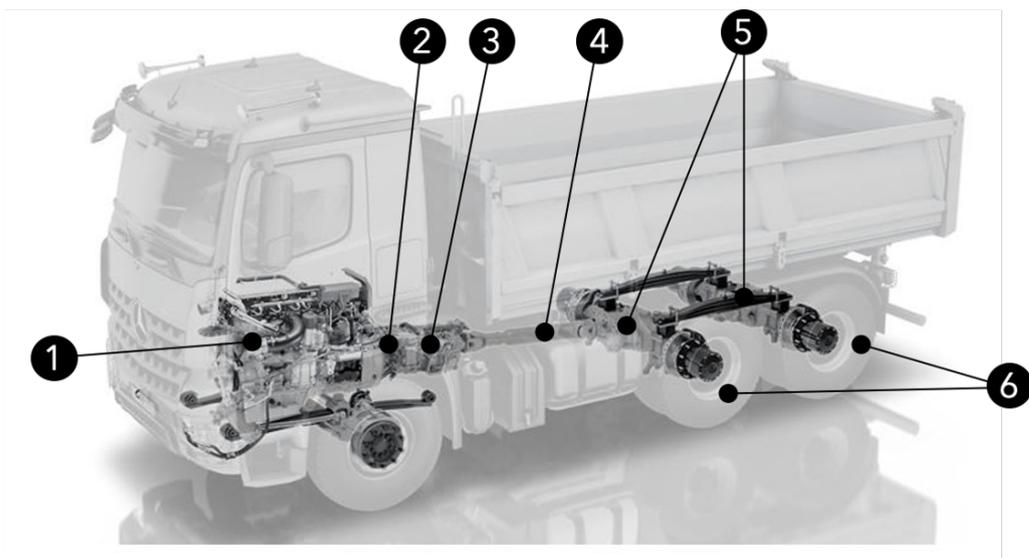

Figura 22: Elementos de una transmisión mecánica o hidrodinámica.
En las transmisiones directas el giro del volante del motor se transmite a las ruedas mediante ejes y engranajes (figura 22). El motor (1) está conectado mediante un *embrague* (2) a una *caja de cambios* (3). De la caja de cambios el giro se transmite a un eje (*palier*) hasta un sistema de *engranajes cónicos diferenciales* (5) hasta que llega finalmente a las ruedas (6).